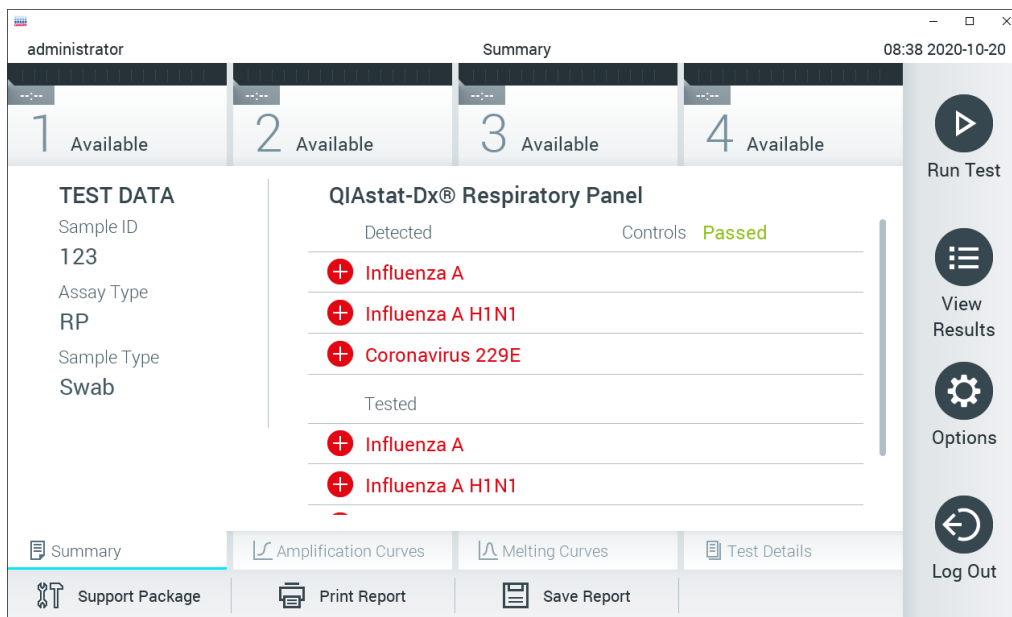

图 30. 结果 Summary (摘要) 屏幕。
11. 排出 QIAstat-Dx 检测试剂盒后，将显示结果 Summary (摘要) 屏幕 (图 30)。有关详情，请参阅第 5.4 节。